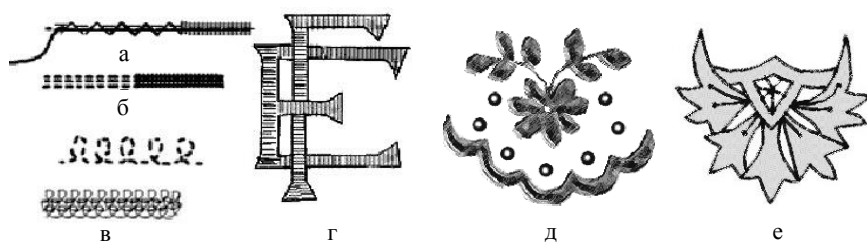

Рис. 11. Вышивка: а – узкий валик; б – широкий валик; в – насыпь; г – вышивка валиком; д – белая гладь; е – ажурная вышивка (ришелье)
*Гладьевый валик* является основным элементом вышивки. Овладев техникой его исполнения, можно с успехом выполнять любые сложные рисунки – узкий, широкий валик (рис. 11 а, б).
*Насыпь* – один из видов отделки вышивки с образованием строчки в виде спиралевидных колечек по эскизу рисунка (см. рис. 11в).
Особенностью *ажурной вышивки* («ришелье») является то, что основные линии узора обшиваются гладьевым валиком, а материал между ними вырезается. При этом на местах вырезанного материала могут прокладываться бриды, сеточки либо остаются незаполненными просветы, если позволяет рисунок. Чтобы обогатить рисунок этой вышивки, некоторые детали узора можно украшать выпуклой гладью, штриховой строчкой. С ажурной вышивкой хорошо сочетается белая гладь (см. рис. 11 д, е).